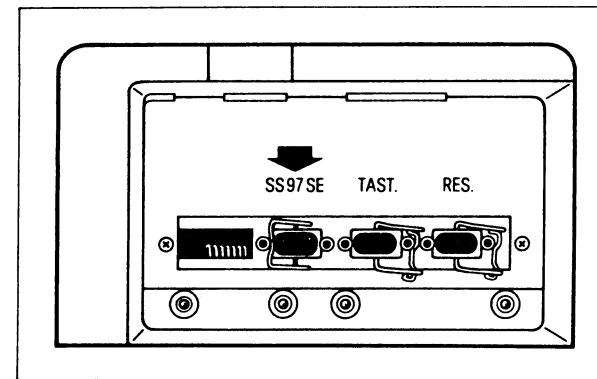

Bild 4.4: Steckplatz der Verbindungsleitung
- 17 Schließen Sie die Verbindungsleitung zur Systemeinheit an dem im Bild 4.4 mit Pfeil gekennzeichneten Steckplatz (SS97SE) an.